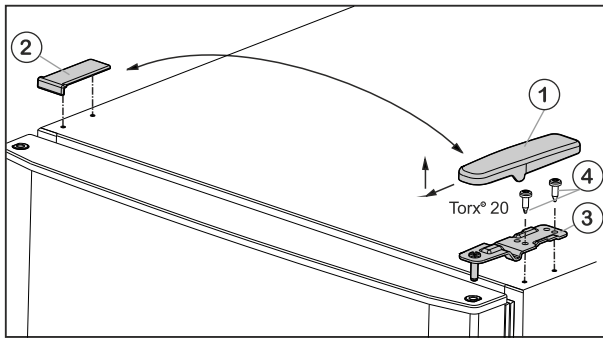
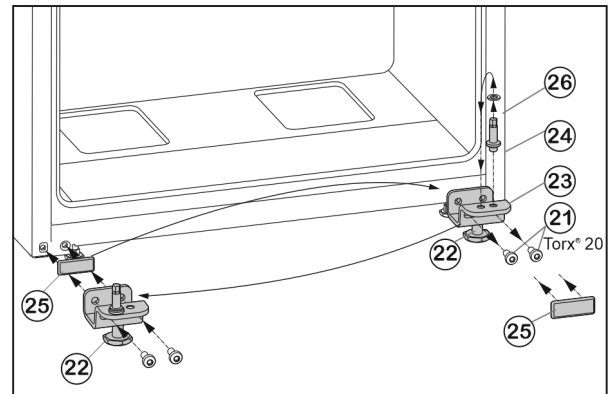

Fig. 5
Fig. 7
- ▶ Estrarre la copertura Fig. 5 (1) tirandola in avanti e verso l'alto.
- ▶ Staccare la copertura Fig. 5 (2).
- ▶ Svitare il blocco di supporto superiore Fig. 5 (3) (2 x Torx® 20) Fig. 5 (4) ed estrarre tirando verso l'alto.
- ▶ Svitare le viti di fissaggio Fig. 7 (21).
- ▶ Rimuovere completamente il cuscinetto di supporto inferiore Fig. 7 (23) con il perno del cuscinetto Fig. 7 (24), la rondella Fig. 7 (26) e il piede di regolazione Fig. 7 (22).
- ▶ Allentare completamente il perno del cuscinetto Fig. 7 (24) con la rondella Fig. 7 (26) nel foro di supporto situato nel lato opposto del cuscinetto di supporto e riavvitare saldamente.
- ▶ Estrarre con cautela la piastra di copertura Fig. 7 (25) e riapplicarla sul lato opposto.
- ▶ Riavvitare **saldamente (con 4 Nm)** tutto il cuscinetto di supporto inferiore Fig. 7 (23) con il perno del cuscinetto Fig. 7 (24), la rondella Fig. 7 (26) e il piede di regolazione Fig. 7 (22) sul nuovo lato della cerniera, eventualmente con l'ausilio di un avvitatore a batteria.
- ▶ Appoggiare la porta inferiore dall'alto sul perno cuscinetto Fig. 7 (24).
- ▶ Inserire il cuscinetto di supporto centrale (13) ruotato di 180° nella porta inferiore e avvitare usando le viti di fissaggio (11) (2 viti Torx® 20) sul nuovo lato della cerniera (**applicando 4 Nm**).
- ▶ Applicare nuovamente la rondella in plastica (10).
- ▶ Posizionare la porta superiore sul cuscinetto di supporto centrale (13).
- ▶ Inserire il blocco di supporto superiore Fig. 5 (3) sul nuovo lato della cerniera nella porta.
- ▶ Avvitare il cuscinetto di supporto superiore **saldamente (con 4 Nm)** (2 giri con chiave Torx® 20) Fig. 5 (4). Eventualmente utilizzare un avvitatore a batteria.
- ▶ Applicare il coperchio Fig. 5 (1) sul lato opposto dall'esterno e bloccarlo.
- ▶ Applicare il coperchio Fig. 5 (2) sul lato opposto dall'alto e bloccarlo.
- ▶ Svitare il piedino regolabile Fig. 7 (22) sul cuscinetto di supporto inferiore Fig. 7 (23), fino a farlo appoggiare sul pavimento.